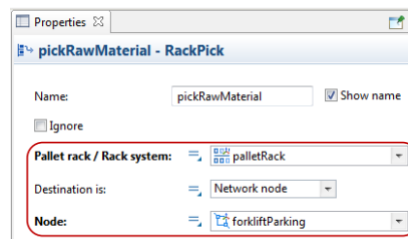

Рисунок 10.20 – Стоянка навантажувача
- у списку *Node* клацніть на *forkliftParking*, щоб вказати, де агенти мають паркувати навантажувачі (рис. 10.20).